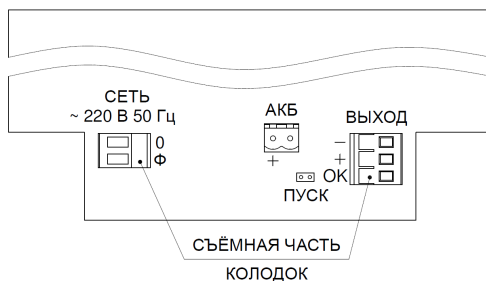

Рисунок 2 - общий вид платы
При открытой крышке (см. рис. 2) осуществляется доступ к печатной плате с колодками СЕТЬ, ВЫХОД и АКБ, контактом ОК типа «открытый коллектор» и паре контактов ПУСК. Колодки СЕТЬ и ВЫХОД имеют съёмные части для удобства монтажа. В нижней части корпуса устанавливается АКБ.
- подключить провода сети 220 В 50 Гц к колодке СЕТЬ (см. рис. 2) соблюдая фазировку;